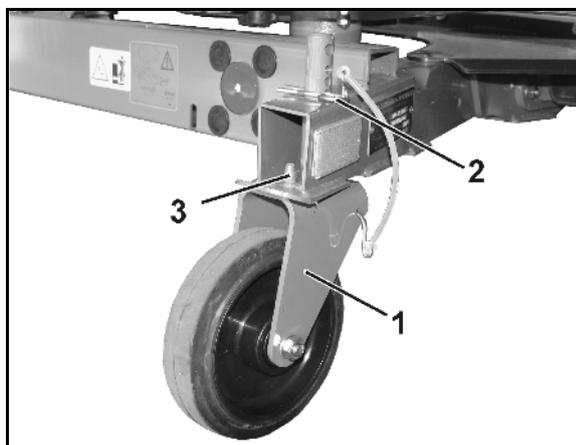

Fig. 27
6. Rodillos fijos detrás (Fig. 27/1)
- o montar y asegurar con el pasador elástico en el orificio situado más bajo (Fig. 27/2), o bien
Al realizar el montaje de los rodillos fijos, asegurarse de que el perno (Fig. 27/3) pase a través del taladro del bastidor, manteniendo así los rodillos en la dirección longitudinal.